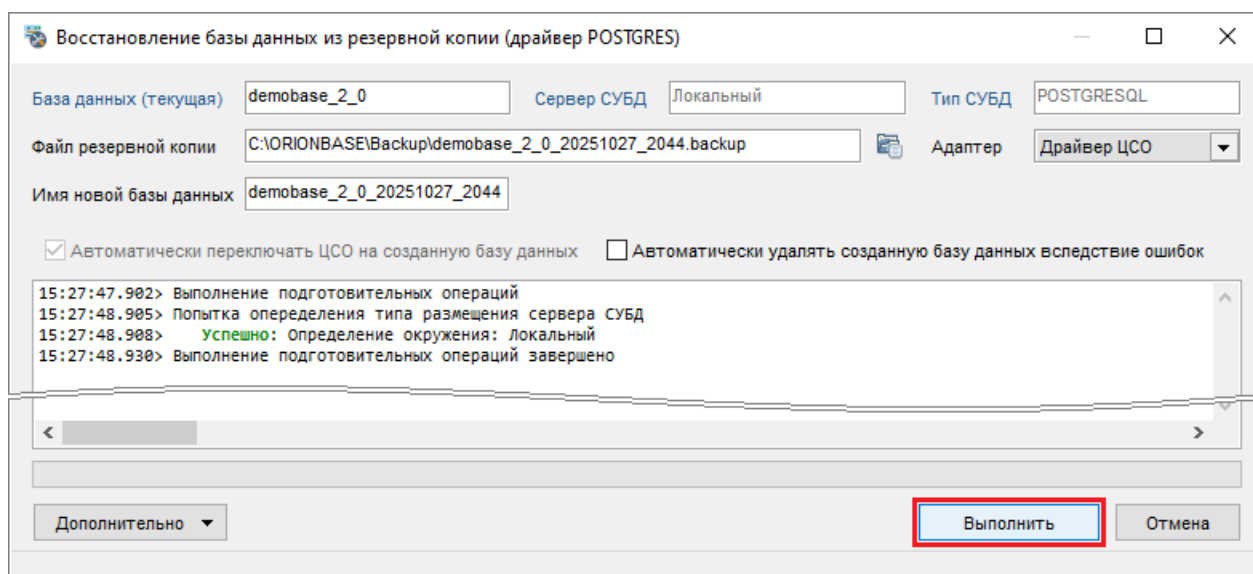

Рисунок 4-58 Запуск процесса восстановления БД из резервной копии
- 4) при отсутствии в протоколе ошибок (либо новых ошибок, если таковые отображались ранее) нажмите кнопку «Выполнить» (см. Рисунок 4-58) для запуска процесса восстановления БД из резервной копии;